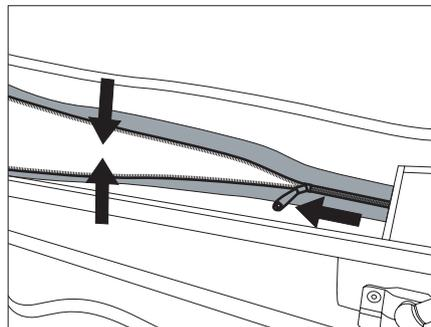

Fig. 39 Alleviare la chiusura lampo
- ▶ Quando si chiude la chiusura lampo, tirare il tetto sollevabile verso il basso per non mettere la chiusura lampo sotto tensione trasversale (Fig. 39).
- ▶ Tirare leggermente il tetto sollevabile verso il basso e chiudere la chiusura lampo (Fig. 39).